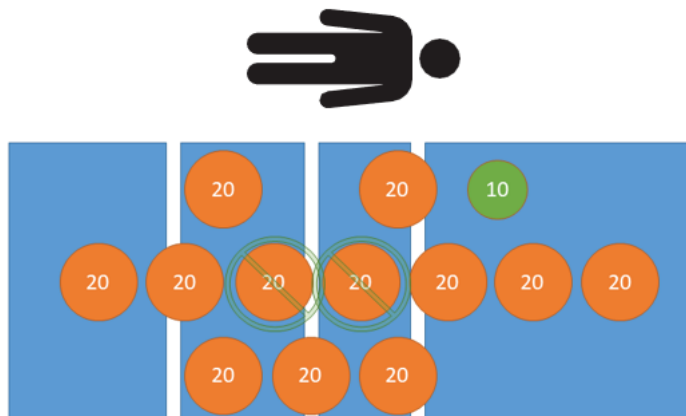

Abbildung 32 – Tara-Prüfung – 210 kg netto
7. Mit kalibrierten Gewichten 210 kg auf das Produkt legen (Abbildung 32).